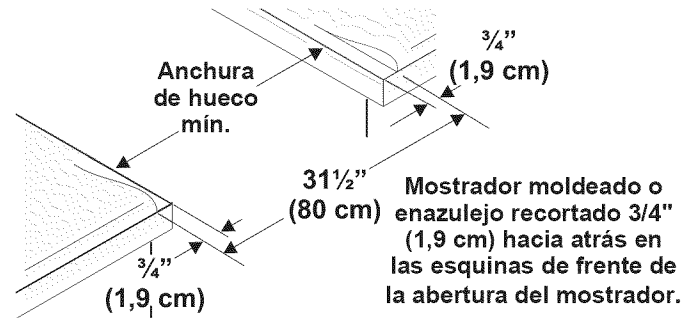

Figura 1
1.2 Preparación del mostrador (Figura 1)
- El reborde de frente de mostradores moldeados deben tener bordes moldeados a 3/4" (1,9 cm) a partir de cada extremidad de la apertura (Figura 1).
recorte de 3/4" (1,9 cm) a partir de cada extremidad y/o un borde redondeado aplanado (Figura 1).